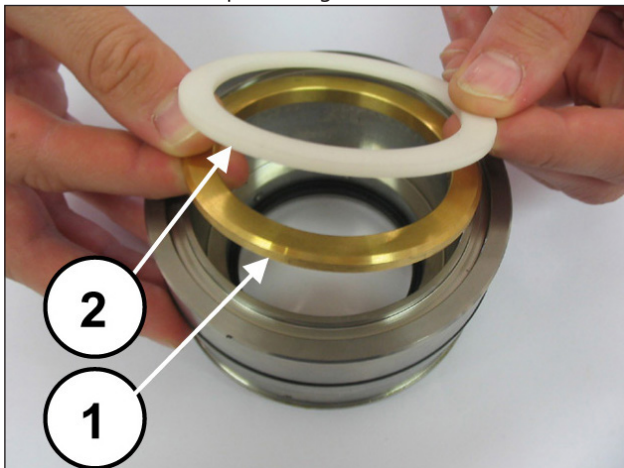
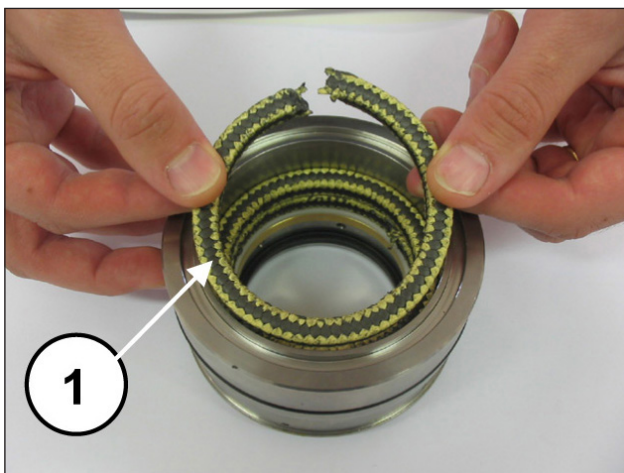
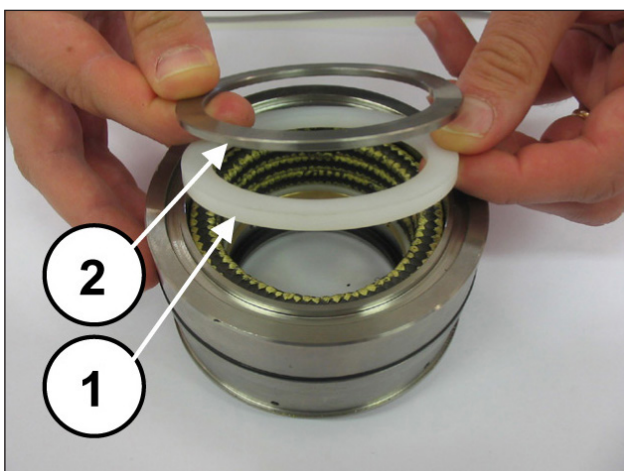

Fig. 195
Fig. 196
Fig. 197
Monter l'anneau de support et la bague anti-extrusion (rep. ①②, Fig. 195), les trois presse-étoupes, en s'assurant que les entailles se trouvent à 120° l'une par rapport à l'autre (rep. ①, Fig. 196), l'anneau raqueur des presse-étoupes et l'anneau du ressort (rep. ①②, Fig. 197).